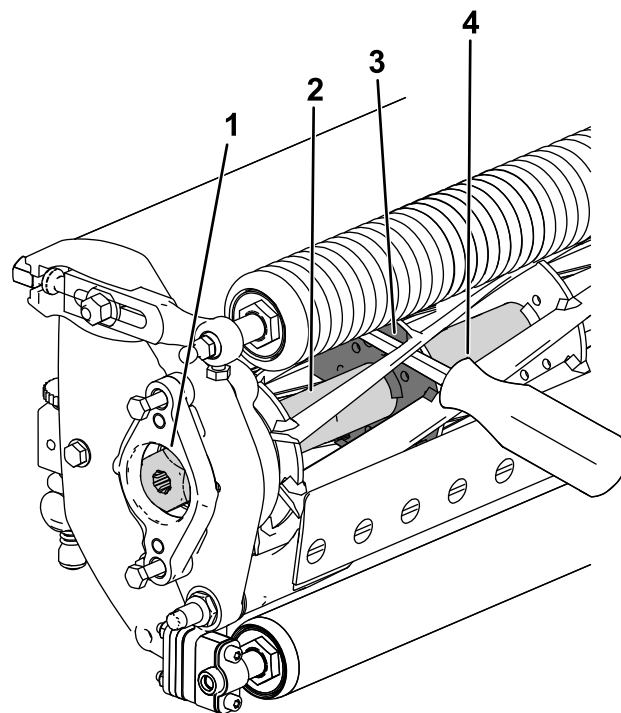

Figura 36
2. Insira um espigão de cabo longo (recomendado 3/8 pol. x 12 pol.) com pega de chave de parafusos) através da frente do cilindro de corte, o mais próximo do lado da unidade de corte que irá apertar (Figura 36).
3. Coloque o espigão contra o lado soldado da placa de suporte do cilindro (Figura 36).